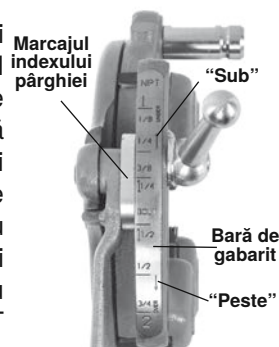

Figura 12 – Reglarea dimensiunii filetului
3. Porniți cu marcajul indexului pârgiei aliniat cu marcajul de gabarit dorit pe bara de gabarit. Pe capetele-filieră pentru bolțuri, așezați marcajul pârgiei în linie cu bara de gabarit. Pentru filetarea șuruburilor, setați toate cuțitele-filieră pentru șuruburi la linia BOLT (șurub) pe bara de dimensiuni (figura 12).